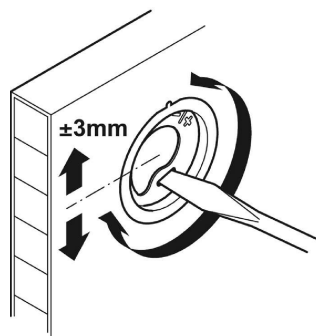

Рис.9
11. Повесьте антресоль на стену. При необходимости выполните регулировку (Рис. 9).